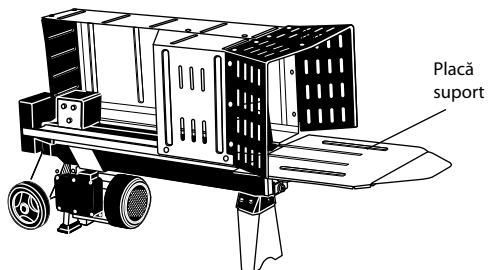

Fig. 3
5. Introduceți placa de suport în partea din față a mașinii (Fig.3).